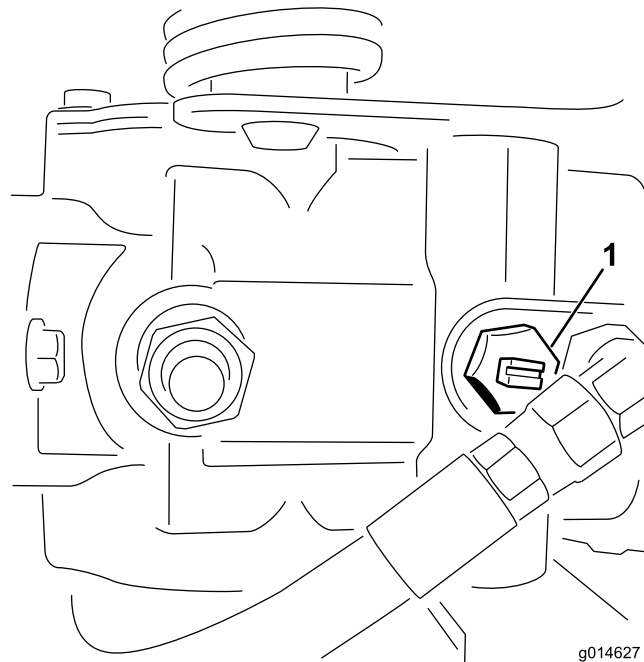

图43
1. 找到并旋转泵上的旁通阀、使槽处于垂直位置（图 43）。
2. 启动发动机之前、旋转旁通阀、使槽处于水平位置、这样就可以关闭旁通阀（图43）。旁通阀打开时，切勿启动发动机。